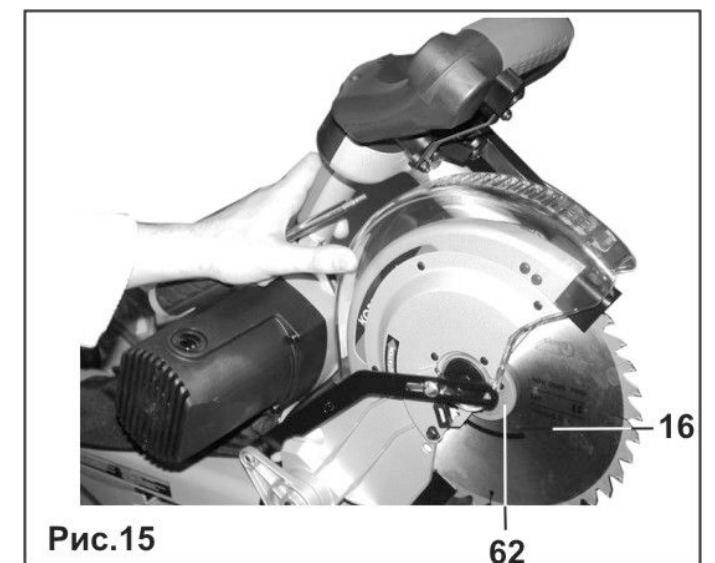

Рис.15
12.1. Лазерный указатель (Рис.15)